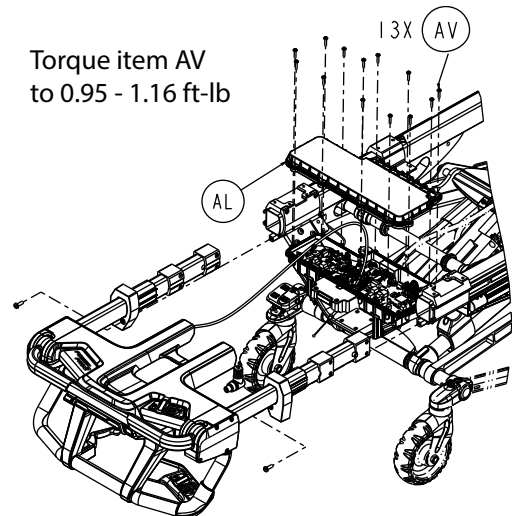

Figure 39 – Retrait des vis du couvercle FEIB
10. À l'aide d'une clé Torx T20, retirer les treize vis de taraudage à tête ronde à embase (AV) qui fixent le boîtier supérieur FEIB (AL) au boîtier inférieur FEIB (Figure 39). Conserver les vis.